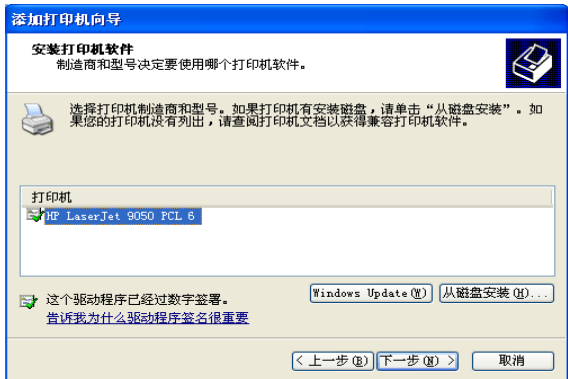

图 7-52 选择安装文件
- 选择安装文件，单击“下一步”按钮，如图 7-52 所示。